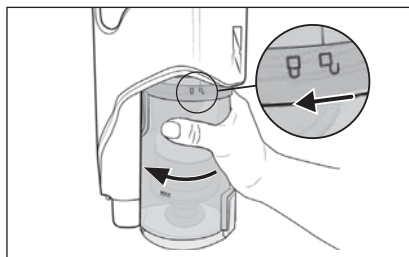

Fig. 19
- 2) Per rimuovere il contenitore della polvere **7** dall'apparecchio, ruotarlo in direzione del simbolo (aprire), fino a quando non sarà possibile staccarlo dall'apparecchio (vedere fig. 19).